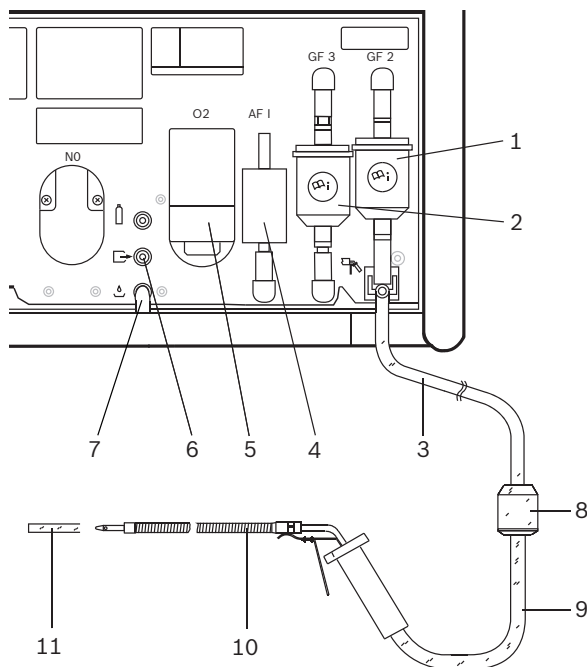

Fig. 3: BEA 060
- Byte av grovfilter GF1 (fig. 3, pos. 8) i provtagnings-slang.
- Byte av grovfilter GF2 (fig. 3, pos. 1), se kapitel 5.4.4.
- Kontrollera att båda PVC-slangarna är anslutna till gasutgångarna (fig. 3, pos. 6 och 7).
- Okulärbesiktning av provtagningssond (fig. 3, pos. 10).
- Byte av aktivtkolfilter (fig. 3, pos. 4) i nollgasvägen.